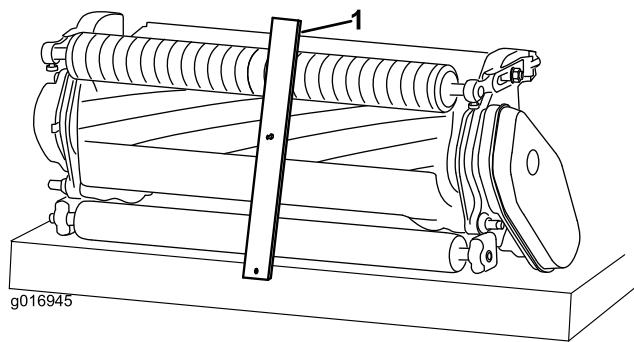

図11
- ゲージバーのネジ頭を下刃の先端に引っかけ、バーの後端を後ローラに当てる(図11)。